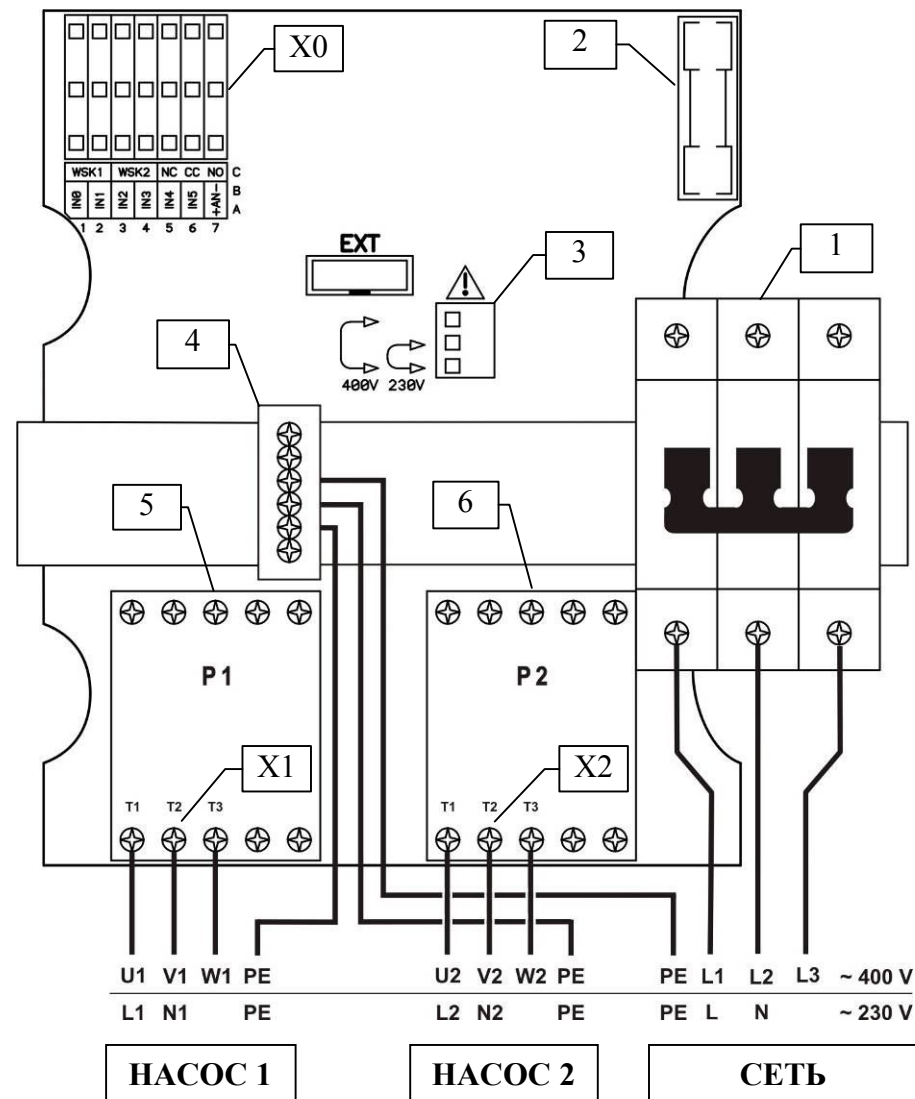

Рис. 1 Внутренний вид прибора и подключение сетевых контактов
5.1 Внутренний вид прибора (рис. 1)